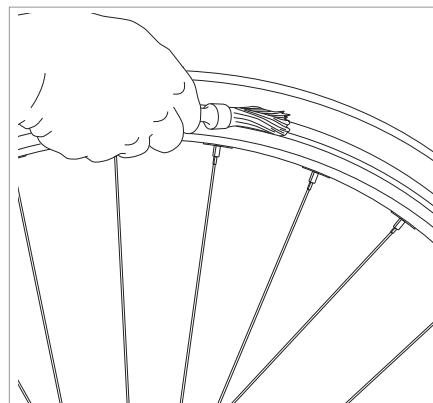

Fig.15
- Intingete un pennello (diametro circa 2 cm) in un contenitore con acqua e sapone neutro e bagnate abbondantemente i talloni dello pneumatico (Fig. 15).